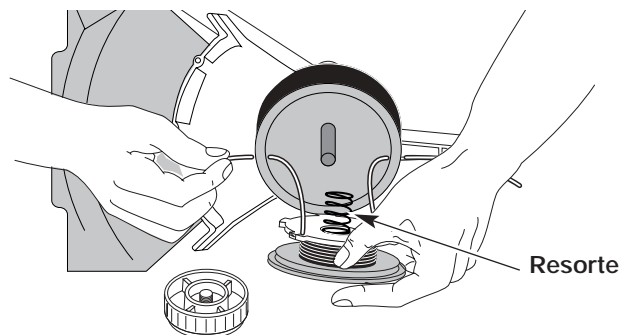

Fig. 35
13. Inserte los extremos de la línea a través de los ojillos de la bobina exterior y coloque el carrete interior con el resorte dentro de la bobina exterior (Fig. 35). Empuje el carrete interior y la bobina exterior entre sí. Mientras sostiene el carrete interior y la bobina exterior, tome los extremos y tire con firmeza para soltar la línea de las ranuras de fijación de la bobina.
5. Inserte los extremos de la línea en los ojalillos de la bobina exterior (Fig. 35).